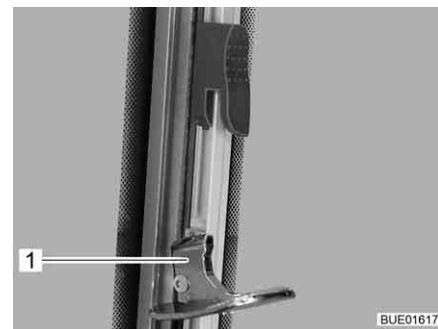

Fig. 109 Ventana corredera con bloqueo giratorio (desbloqueado)
- Girar hacia dentro el bloqueo (Fig. 109,1).
- Girar el bloqueo (Fig. 109,1) hacia fuera.